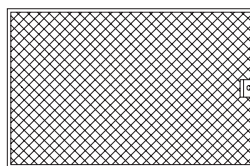

Рис. 2
4. Алюминиевый жироулавливающий фильтр, находящийся под откидной панелью (см. рис. 2).